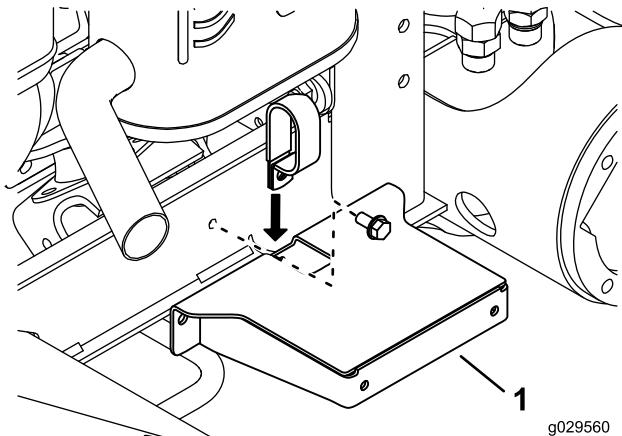

Рисунок 3
- Вставьте нижнюю часть шлангового хомута в паз верхней части узла крепления крыла (Рисунок 3).
- Установите, не затягивая, шланговый хомут и узел крепления крыла на швейлер рамы, используя шланговый хомут, болт и гайку (см. Рисунок 3).